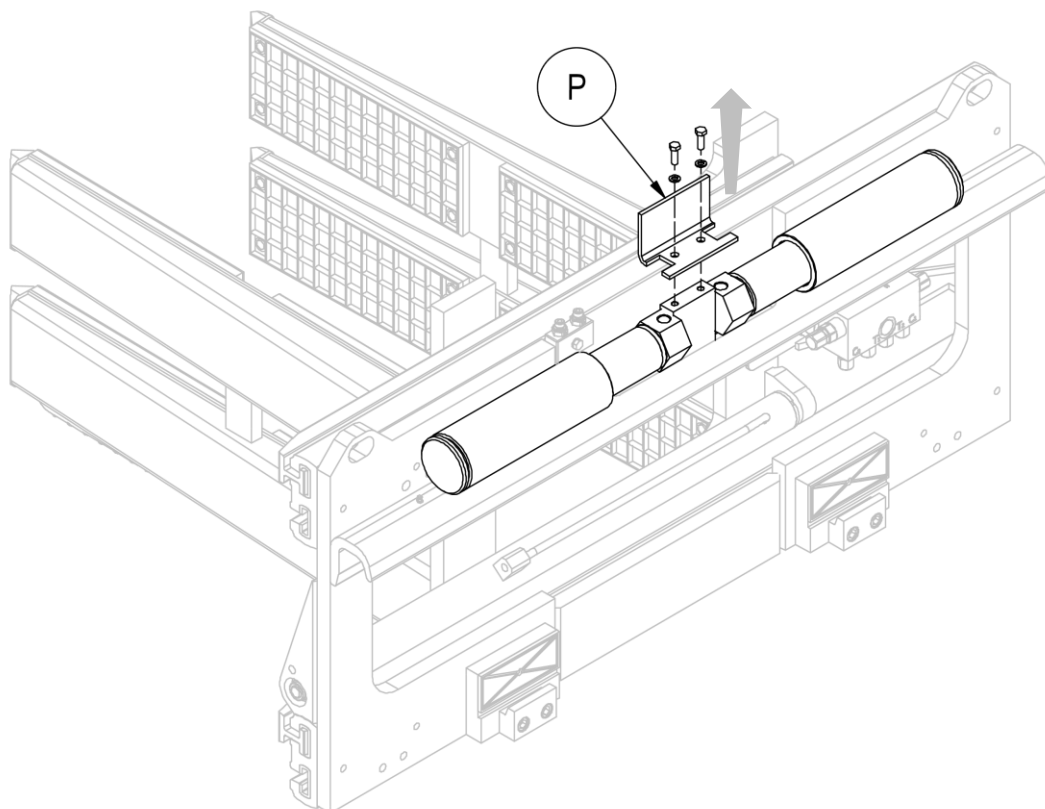
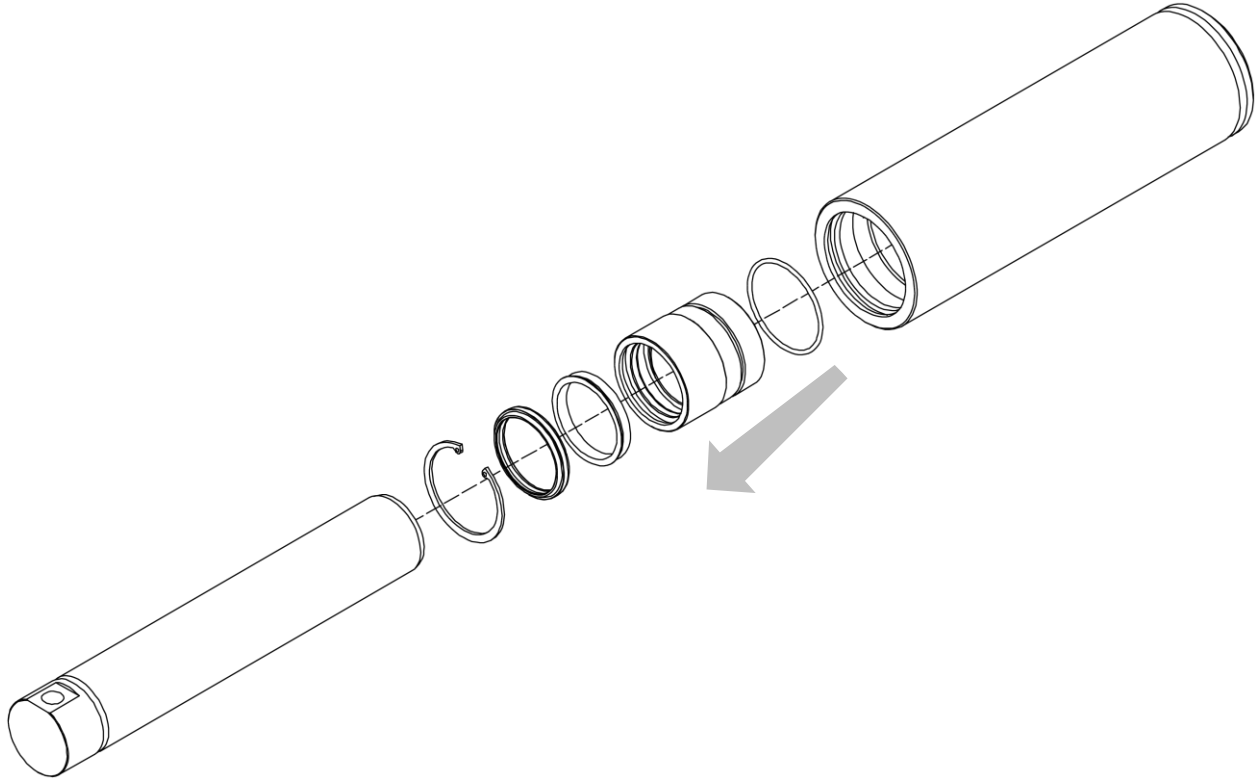

Abbildung 39
Abbildung 40
3. Entfernen Sie den Doppelhaken, nachdem Sie den „Schutzbügel“ (P) abgeschraubt haben (in der Phase *Abnehmen des Geräts vom* Gabelstapler wurde dieser Schritt bereits erklärt).
7. Siehe *Abbildung 39* und *Abbildung 40*.